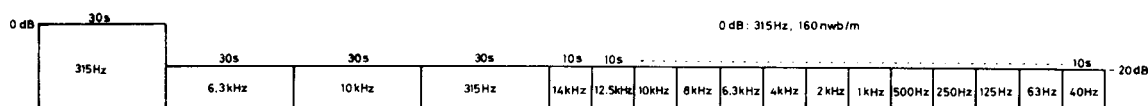

Fig. 11-5 Signaux préenregistrés sur la bande d'étalonnage STD-331B
- STD-331B : Réglages de lecture (Fig. 11-5)